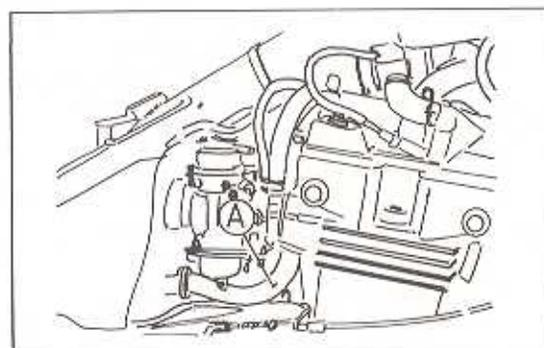

Bild 158
- Den Anlasser vom Kurbelgehäuse abschrauben und zur rechten Seite hin schieben. Gleichzeitig die Vielzahnwelle aus dem Kettenritzel ziehen (Bild 158).